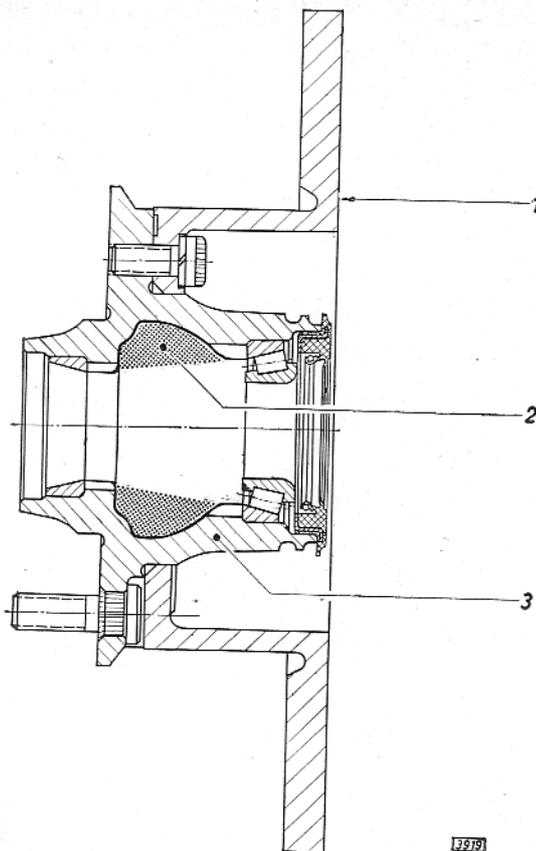

Bild 67 - Fettfüllung in den Hohlräumen der Radnabe
2. Hohlräume in der Vorderradnabe, wie in Bild 67 gezeigt, mit Wälzlagerfett B 040 625/4 füllen.
Es sind nur die in Bild 67 gezeigten Stellen der Vorderradnabe mit Wälzlagerfett zu füllen. Auf keinen Fall darf die Vorderradnabe willkürlich mit Wälzlagerfett B 040 625/4 vollgestopft werden.